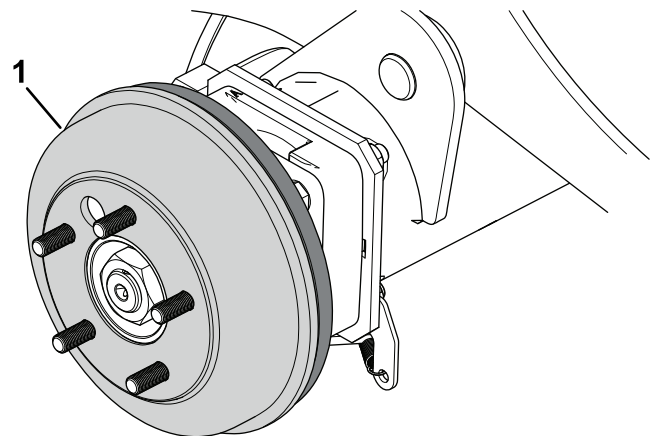

Рисунок 73
4. Снимите тормозные барабаны (Рисунок 73) усилием руки.